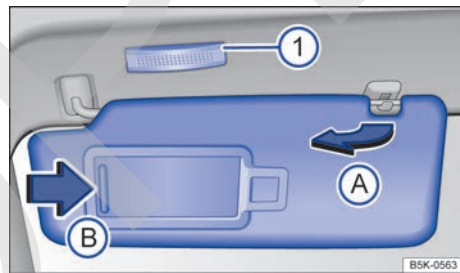

Fig. 97 En el revestimiento interior de la parte delantera del techo: parasol.
- Se pueden extraer del soporte y girar hacia las puertas → fig. 97 **A**.
En la parte posterior del parasol hay un espejo de cortesía provisto de una tapa. Al desplazar la tapa → fig. 97 **B**, se enciende una luz → fig. 97 **1**.